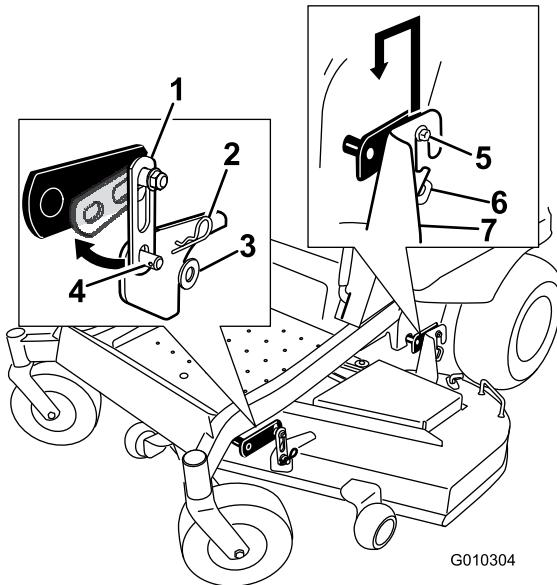

Figure 75
- Enlevez les fixations des patte avant de chaque côté du plateau de coupe (Figure 75).
- Soulevez le plateau de coupe avec précaution pour le dégager des boulons des pattes de fixation arrière et abaissez l'avant du plateau au sol (Figure 75).
5. Soulevez l'arrière du plateau de coupe et guidez les supports sur les boulons des pattes de fixation arrière (Figure 75).
6. Montez le support avant du plateau de coupe sur les pattes de fixation avant et fixez-les avec une rondelle et une goupille fendue (Figure 75).